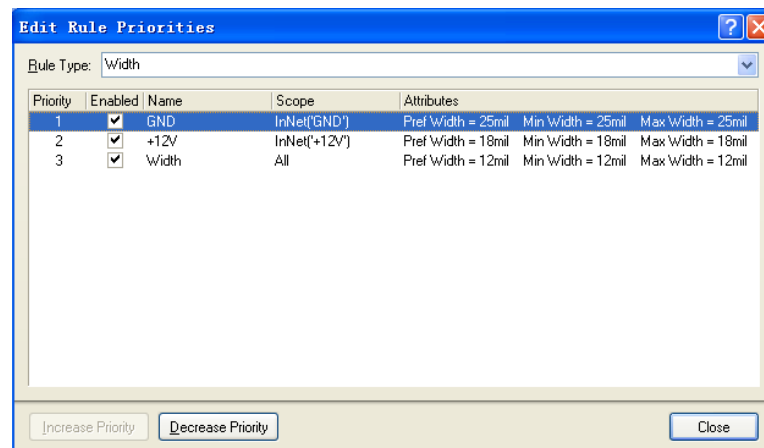

图3-22 线宽的优先级
- (6) 用以上的方法,在Design Rules面板单击名为Width_2的规则以修改其范围和约束。在名称栏键入GND; 在Where The First Object Matches栏选择单选按钮Net, 在选择框内单击向下的箭头, 选择GND; 将Min Width、Preferred Width和 Max Width宽度改为25mil。
- (7) 最后, 单击最初的板子范围宽度规则名Width, 将Min Width、Preferred Width和 Max Width宽度栏均设为12mil。
- (8) 单击图3-18的 Priorities... 按钮,弹出图3-22所示的优先级对话框, 优先级(Priority)列的数字越小, 优先级越高。可以按“Decrease Priority”按钮减少选中对象的优先级, 按“Increase Priority”按钮增加选中对象的优先级, 图3-18所示的GND的优先级最高, Width的优先级最低, 单击Close按钮, 关闭Edit Rule Priorities对话框, 单击OK按钮, 关闭PCB Rules and Constraints Editor 对话框。